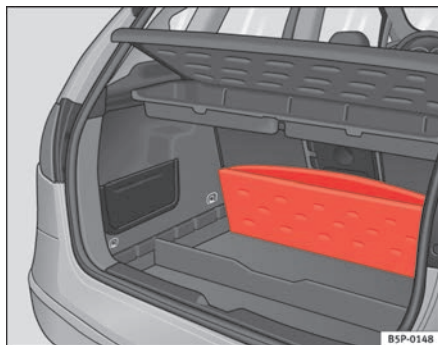

Abb. 105 Klappe am Gepäckraumboden
- Den Gepäckraumboden anheben und vollständig nach hinten klappen ⇒ **Abb. 105**.